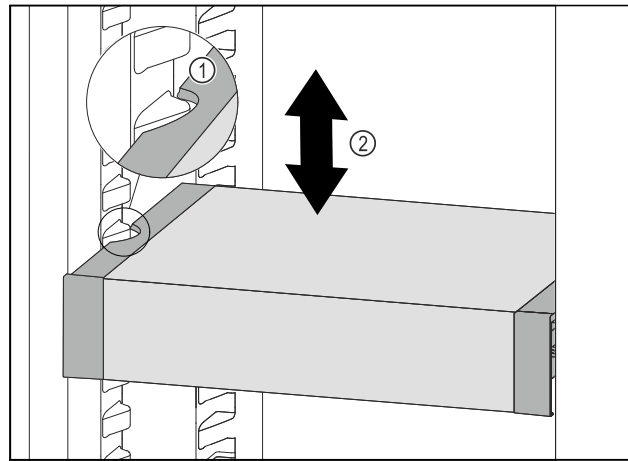

Fig. 105
- ▶ Tirare VarioSafe in avanti fino a quando le cavità laterali di VarioSafe non si trovano al livello della nervatura del contenitore nel vano frigorifero. Fig. 105 (1)
- ▶ Spostare VarioSafe verso l'alto o verso il basso nel vano frigorifero fino a raggiungere l'altezza desiderata. Fig. 105 (2)